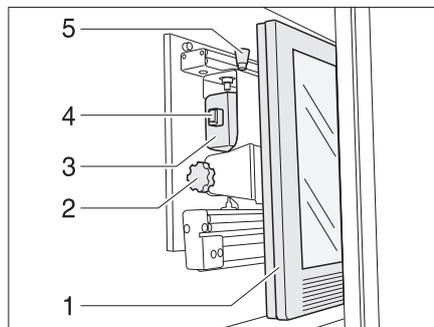

Bild 101 TV-Schrank
- Entriegelungsknopf (Bild 101,5) drücken und Halterung für den Flachbildschirm am Griffstück (Bild 101,4) bis zum Anschlag nach vorn ziehen.
- Entriegelungsknopf (Bild 101,1) ziehen und Flachbildschirm (Bild 101,2) in die gewünschte Position schwenken.
- Rändelschraube (Bild 101,3) lösen.